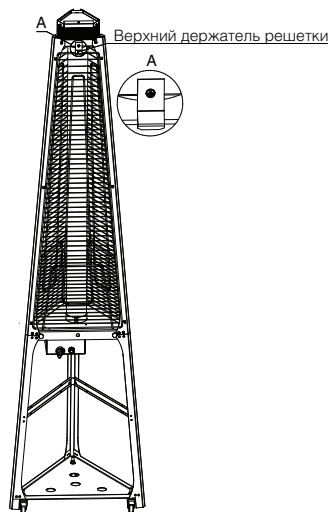

Рис. 5 – Установка держателей решетки
- Закрепите верхние держатели решеток на винты (Рис. 5);